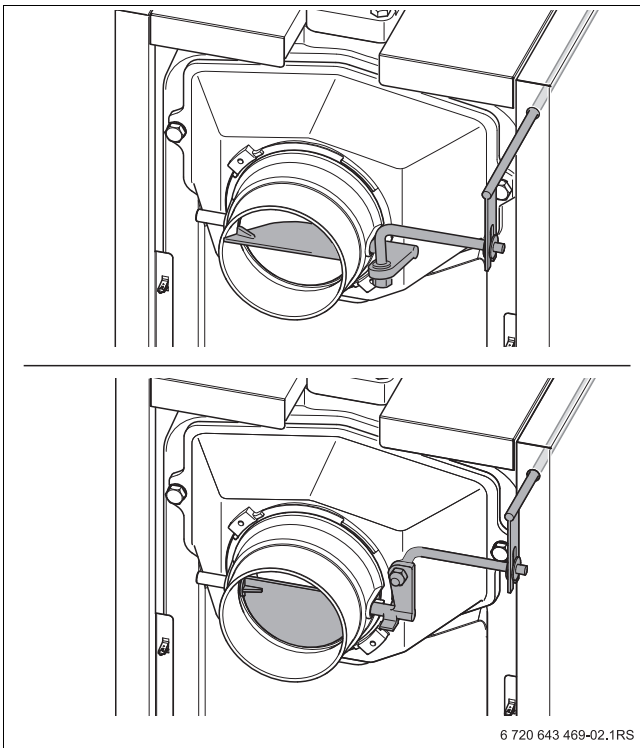

Fig. 8 Válvula de gases queimados (aberta para cima; fechada para baixo)
- ▶ Para evitar perdas de calor na chaminé, fechar o mais possível a válvula de gases queimados da conduta da chaminé (→ fig. 8, abaixo).
- ▶ Se os gases queimados não saem corretamente (conduta da chaminé insuficiente), abrir de novo um pouco a válvula de gases queimados (→ fig. 8, acima).
- ▶ Para diminuir a formação de fumo no local de instalação durante a recarga, abrir a válvula de gases queimados (→ fig. 8, página 11, acima).
- ▶ Fechar a porta para enchimento [1] e a válvula der gases queimados (→ fig. 8, página 11).